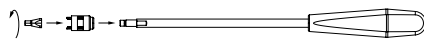

Fig. 9
- Avvitare assieme manualmente lo strumento inseritore per le viti di bloccaggio, vedere Fig. 9.